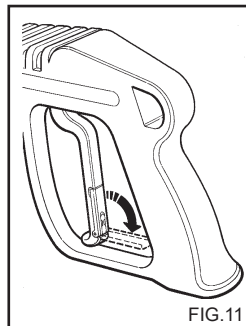

FIG. 11
- Закройте защитное устройство на ручке, если не будете использовать аппарат (Рис. 11).